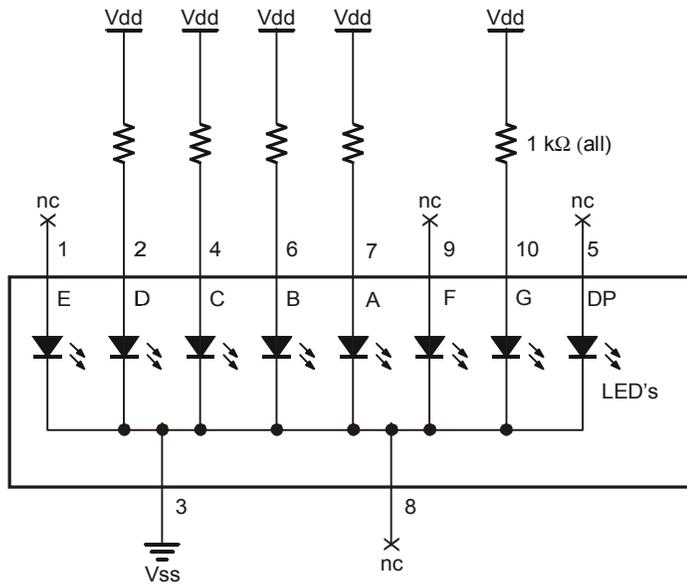
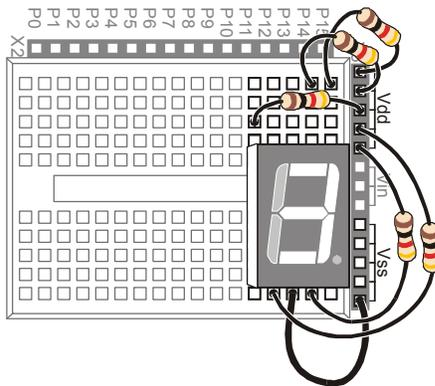

Figura 6-8
Figura 6-9
Le Figura 6-8 e Figura 6-9 mostrano la cifra '3' cablata nel display LED a 7-segmenti.
della Figura 6-8
- √ Costruite e collaudate il circuito mostrato nelle Figura 6-8 e Figura 6-9, e verificate che venga visualizzato il numero TRE.